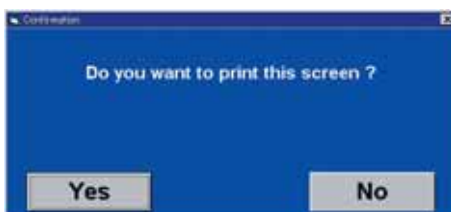

Рис. 4.1.3
4 При нажатии на кнопку "Печать" (Print) (4) откроется окно подтверждения (рис. 4.1.3). Для печати окна записи данных нажать "Да" (Yes).